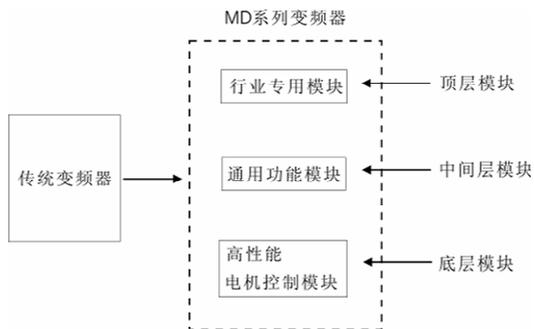

图 1 传统变频器与 MD 系列模块化变频器比较
- 1) 它首创了新一代变频器三层模块化的结构标准，如图 1 示；
- 2) 它首创了将用户需求进行电机驱动、通用功能和专用功能等主模块及各种子模块划分的物理标准，如图1所示；